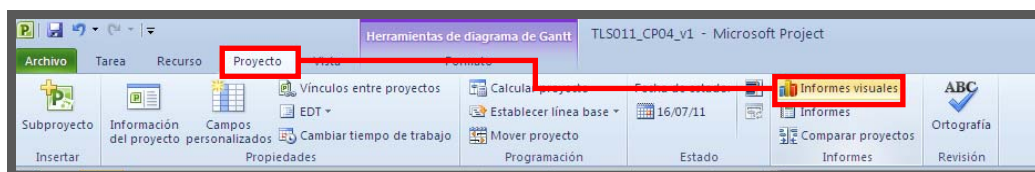

FIGURA 13: Eliendo Informes Visuales del Grupo Informes
2. Del cuadro de diálogo elegir “Informe de horas extra de Valor Acumulado” » haga clic en el botón “Editar Plantilla” (FIGURA 13).